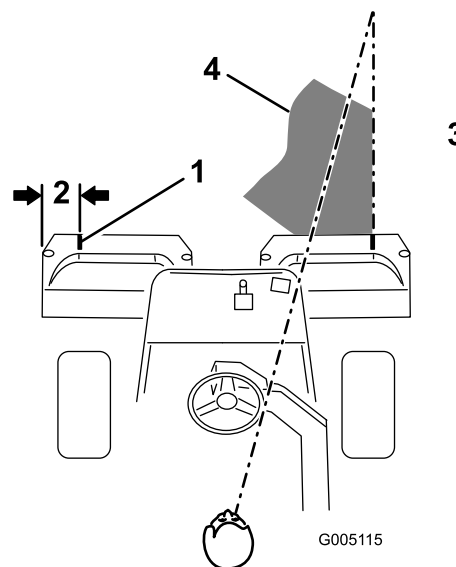
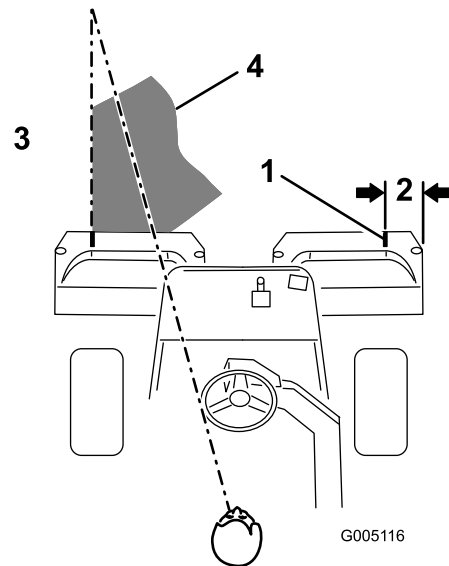

Figura 23
Figura 24
2. Coloque uma fita branca ou pinte um tira em cada um dos cestos, paralelamente à extremidade exterior de cada cesto (Figura 23).
máquina até a extremidade da zona por cortar (Figura 23 e Figura 24). Alguns utilizadores acham útil incluir a borda exterior da roda motriz na linha imaginária; por exemplo, mantenha a extremidade da roda motriz alinhada com um ponto que se mantém sempre à mesma distância da dianteira da máquina (Figura 23 e Figura 24).